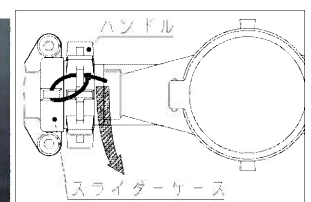

図 4
- ① メータ圧着面にパッキンがしっかりとハマっている事を確認してください。(写真 1 参照)
- ② メータの流水方向とメータセット PS の流水方向を合わせ、取り付けしてください。
- ③ ハンドルを S (閉) 方向へ回し、メータ圧着面を前進させ、メータを確実に圧着させてください。
- ④ メータ取り付け後、メータ圧着部からの漏水等の異常が無い事を確認して下さい。
- ⑤ 異常の無い事を確認後、ハンドルは緩み防止の為、締める方向(S 方向)にハンドルとスライダーケースを結束バンド(インシュロック)で結んで下さい。(図 4 参照)